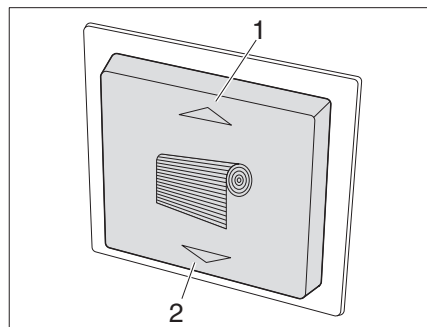
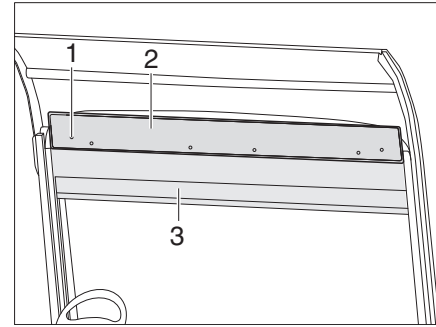

Bild 84 Schalter für Rollo
Bild 86 Notfunktion Rollo
**Schließen:** ■ Taste (Bild 84/2) drücken. Der Rollo (Bild 86/3) für die Frontscheibe fährt nach unten.
**Öffnen:** ■ Taste (Bild 84/1) drücken. Der Rollo (Bild 86/3) für die Frontscheibe fährt nach oben.
- 6 Schrauben (Bild 86/1) am Rollokasten abschrauben und Blende (Bild 86/2) abnehmen.
- Kurbel in einen der beiden Motoren einhängen und Rollo (Bild 86/3) herauf- bzw. herunterfahren.